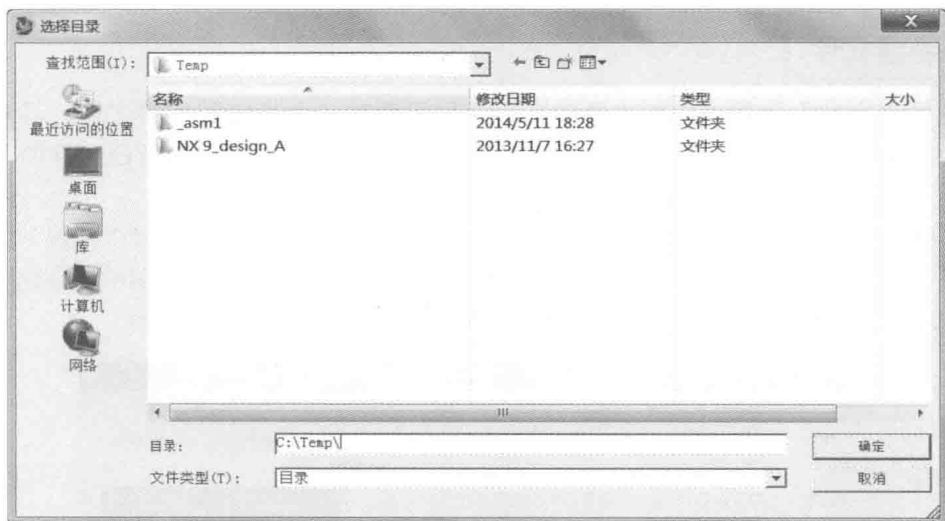

图 1-8 “选择目录”对话框
② 在状态栏中出现“选择模板，并在必要时选择要引用的部件”的提示信息。确保切换到“模型”选项卡，在“模板”选项组中，从“过滤器”子选项组的“单位”下拉列表框中选择单位选项（可供选择的单位选项有“毫米”“英寸”和“全部”），接着从“模板”列表中选择所需要的模板。
③ 在“新文件名”选项组的“名称”文本框中输入新建文件的名称或接受默认名称。在“文件夹”框中指定文件的存放目录。如果单击位于“文件夹”框右侧的按钮，则打开图 1-8 所示的“选择目录”对话框，从中选择所需的目录，或者在指定目录的情况下单击“创建新文件夹”按钮来创建所需的目标目录，指定目标目录后单击“选择目录”对话框中的“确定”按钮。